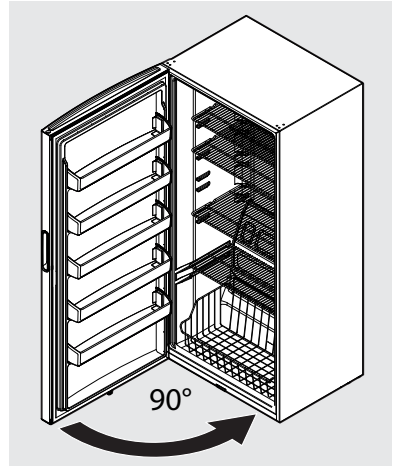

Figure 8
- Faites glisser la goupille de la charnière du bas à 90° sur la carrosserie du congélateur et fermez la porte (figure 8).